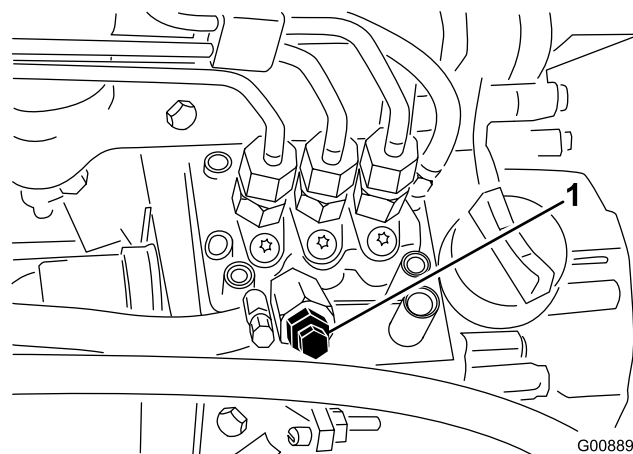

Bild 23
3. Öffnen Sie die Entlüftungsschraube an der Kraftstoffeinspritzpumpe (Bild 23).